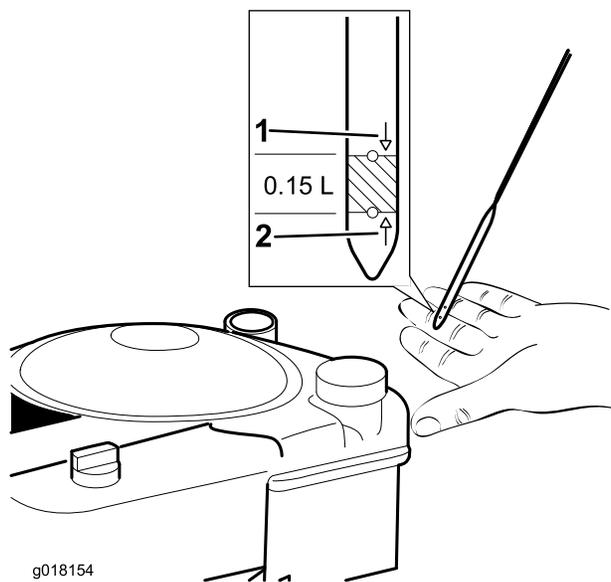

Figura 10
3. Si el nivel de aceite es bajo, vierta aceite **lentamente** en el tubo de llenado de aceite, espere 3 minutos, y compruebe el nivel de aceite en la varilla limpiándola e insertándola a fondo en el tubo (Figura 10).
4. Llene el motor con aceite hasta que la varilla indique que el nivel del aceite del motor es correcto, según se muestra en Figura 10. Si usted llena demasiado el motor, vacíe el exceso de aceite según se indica en Verificación del nivel de aceite del motor (página 10).